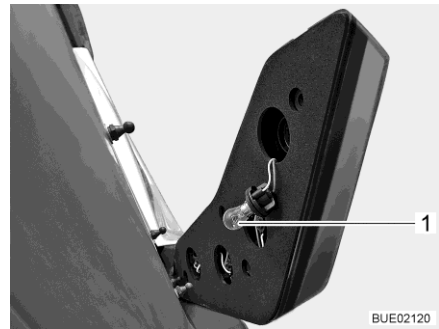

Bild 292 Bakbelysning
- Ta tag i borrhålen på husets baksida. Vrid sockeln (Bild 292,1) (bajonett-lås) och dra ur den. Exempel med bromsljus visas.